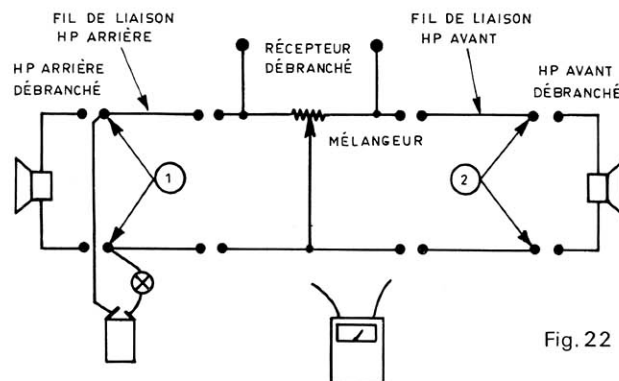

Fig. 22
b) **Entre eux** (Fig. 22). Il est nécessaire, après avoir débranché les deux extrémités de chaque fil, côté mélangeur et côté